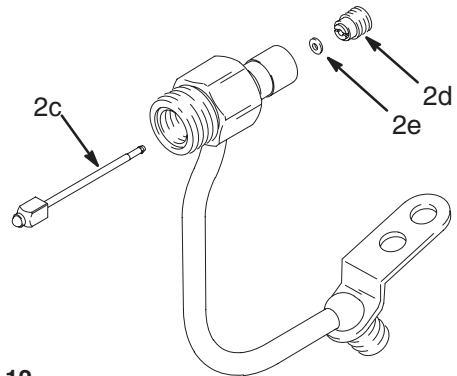

Рис. 12 03974
- Вытащите иглу (2c). Выкрутите держатель уплотнения (2d). Вытащите уплотнение (2e). См. Рис. 12.